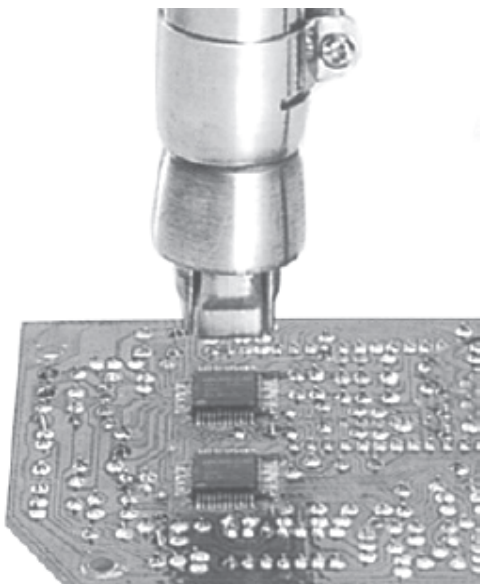

Рис.2
- Пайка. Равномерно нагрейте выводы микросхемы (рис. 2).